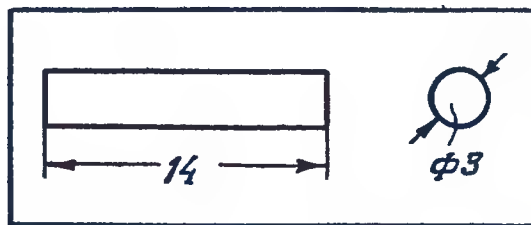

Рис. 10. Стерженьки ротора
6. Прежде чем приступить к сборке ротора необходимо еще изготовить 8 стержней красной меди (рис. 10), которые могут быть заменены несколькими, более тонкими проволоками из этого же материала. Они должны плотно входить в отверстия ротора. Эти стерженьки вместе с пластинками красной меди образуют беличью клетку ротора.